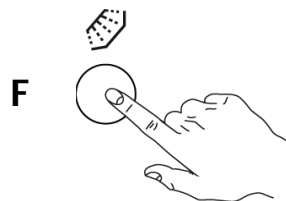

Fig.31
- 2- Presione el botón "F" en enjuague final frío antes o después de haber comenzado el ciclo de lavado. (Fig. 31)